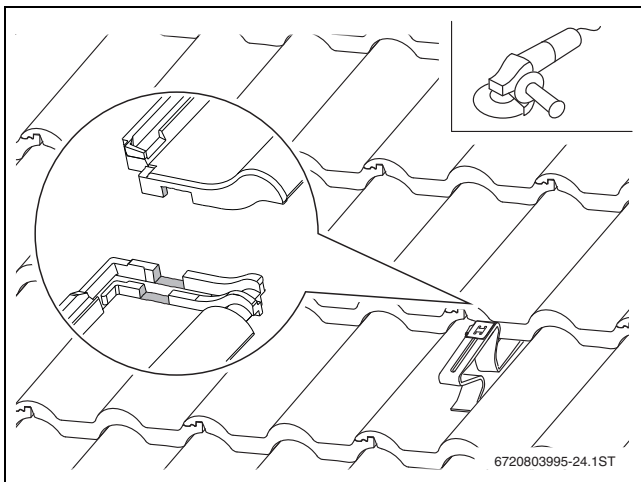

Bild 20 Dachziegel anpassen
- Auflagepunkte der Dachziegel im Bereich des Dachhakens vorsichtig entfernen (→ Bild 20).